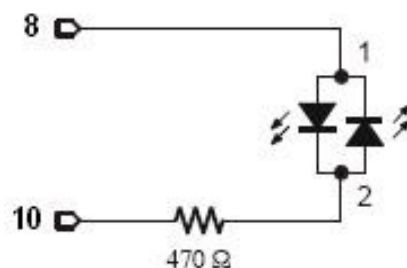

Figura 18
Controllare un LED bicolore con Arduino richiede due pin I/O. Dopo che avrete manualmente verificato che il LED bicolore funzioni, potrete collegarlo ad Arduino come mostrato in Figura 18.
- Collegate il LED bicolore ad Arduino come mostrato nella Figura 18.